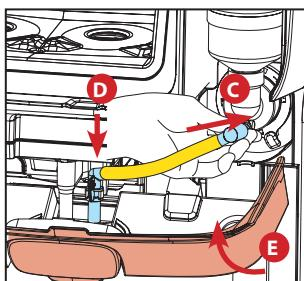

Fig.5
4. Erġa' poġgi t-tubu fuq il-bieqja tal-mikser (C), u agħfas iż-żenuna tal-iż-bokk fuq it-trej tat-taħlit. Agħlaq il-panil (E) u d-distributur awtomatikament se jerġa' lura għall-funzjonijiet tat-tferrigh normali. (Ara Fig.5)